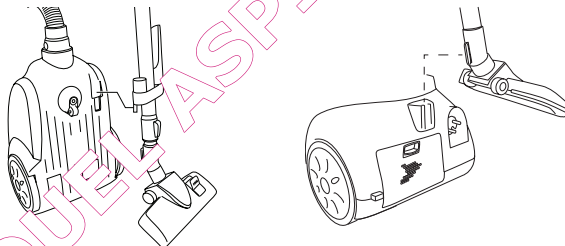

Figura 9
3. Guarde la aspiradora en posición vertical. Retirar el tubo telescópico completamente. Una ranura de fijación para el tubo telescópico está montado en la parte inferior de la aspiradora, junto a la rueda delantera (ver Figura 9). Deslice la parte inferior del soporte de accesorio en la ranura.